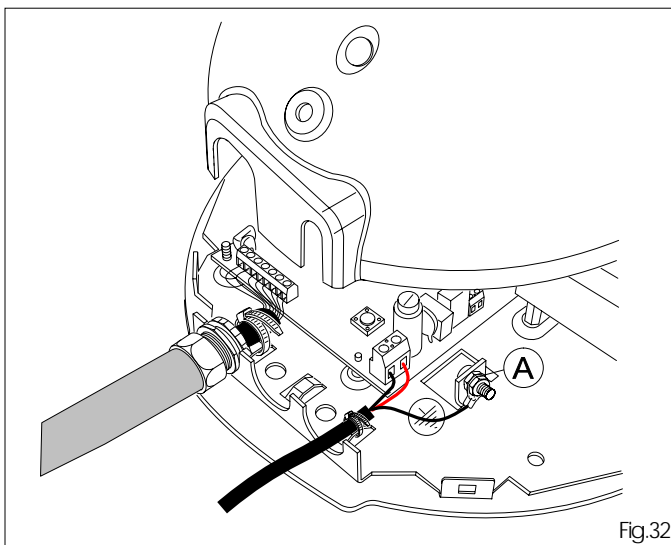

Fig.32
9.3 Posizionare l'occhiello di massa nella vite, aggiungere una rosetta e bloccare con dado (fig. 32 rif.A).